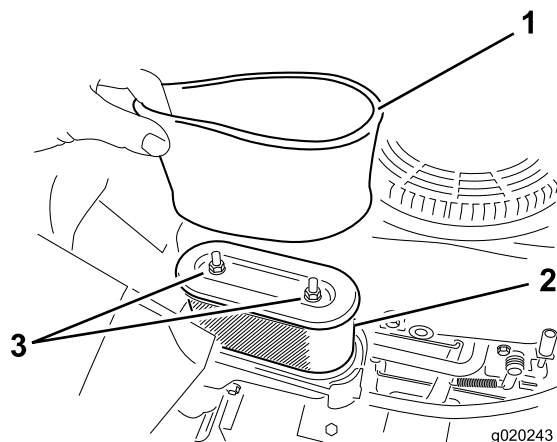

Figura 38
5. Cuidadosamente, retire os elementos de espuma e de papel da caixa do filtro de ar (Figura 38).
Nota: Se estiver muito sujo, substitua o elemento de papel (Figura 38).
1. Coloque o filtro de esponja no filtro de papel (Figura 38).